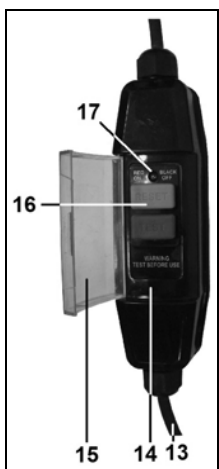
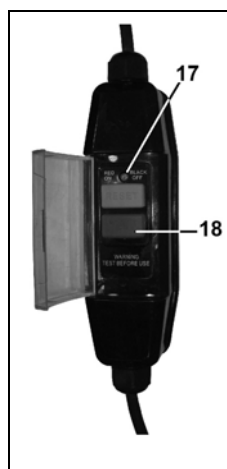

Рис. 9
Рис. 10
7.6.6. Для отключения дрели от электропитания нажмите синюю кнопку **TEST (ТЕСТ)** (18) (Рис. 10), индикаторная лампочка (17) погаснет (Рис. 9).